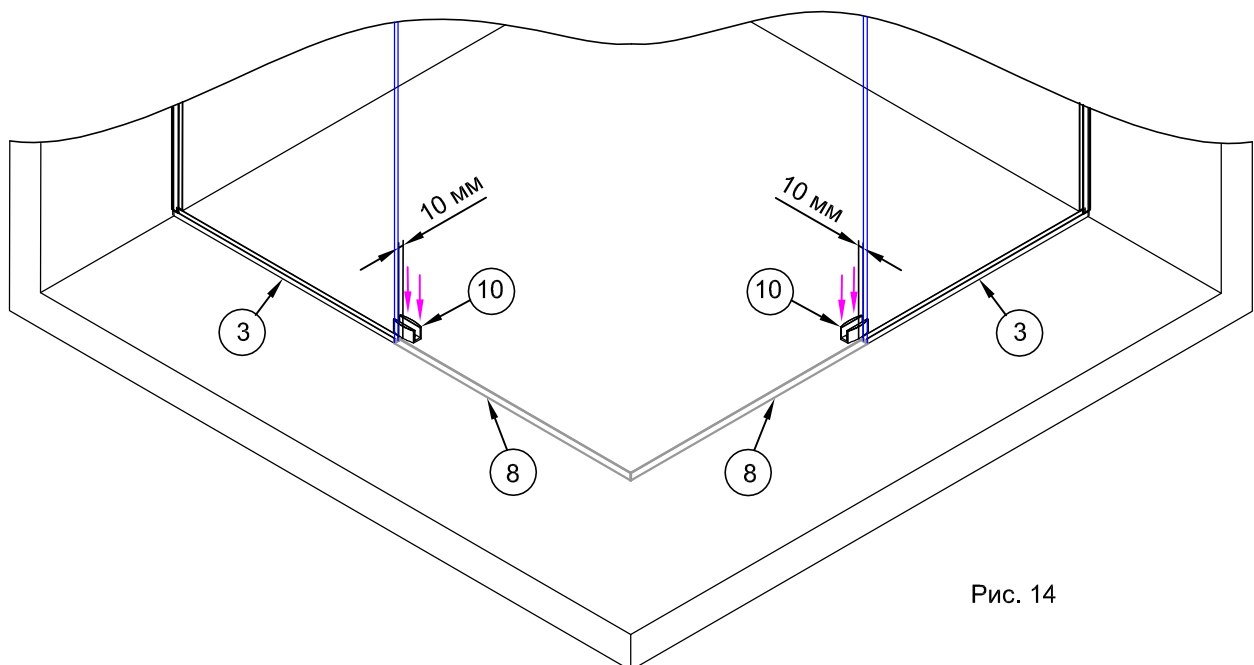

Рис. 14
4.4. Установить на пол нижние направляющие. Середина направляющих напротив торцов профилей №3. Расстояние от внутренних углов профилей №3 10 мм (рис.14).
4.5. Карандашом или фломастером провести разметку мест сверления отверстий под дюбели, используя отверстия в направляющих №10, для их крепления к полу (рис.14).
4.6. Выполнить сверление отверстий в полу по разметке. Диаметр отверстий 8мм, глубина не менее 40 мм. Вставить в отверстия дюбель №19. При необходимости использовать молоток (рис.14).
4.8. Заготовки порошка обрезать в размер между торцом профиля №3 и внешним краем другого профиля №3. Места стыковки левого и правого порошков подрезать под углами 45 °(рис.14).